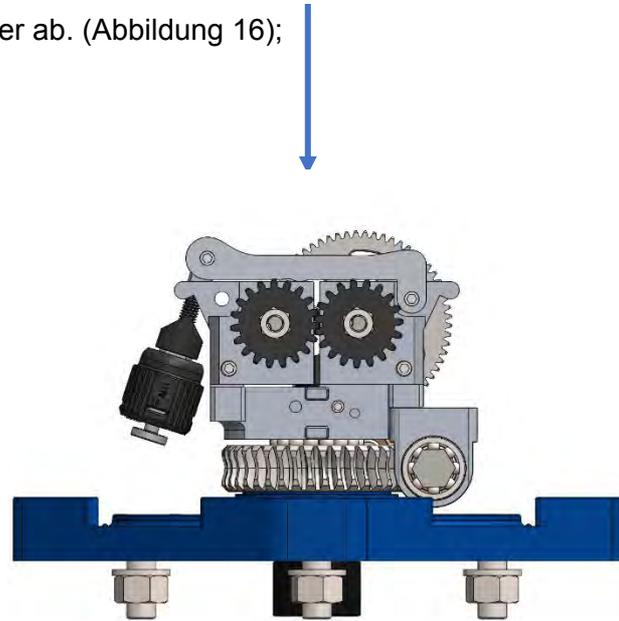

Abbildung 16
2. Schrauben Sie den Druckknopf an der Seite des Twister ab. (Abbildung 16);